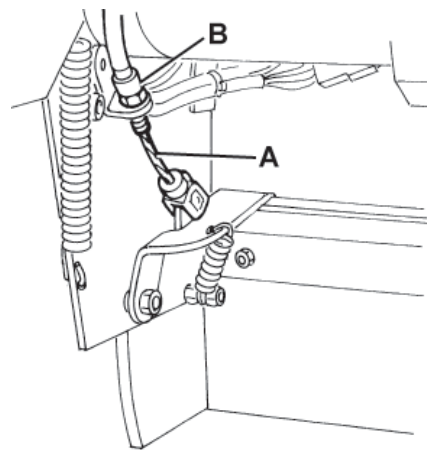

Figure 23
Si besoin est, régler le câble du volet (A, Fig. 23) au moyen du dispositif de réglage (B) qui se trouve sur le côté avant gauche du volet (pour le remplacement du câble du volet avant, se référer au manuel d'entretien).